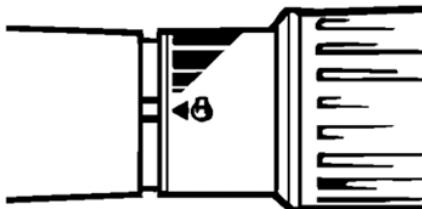

Рис. 14 Ручка газа.
- Переведите ручку газа в положение «СТАРТ» (Рис. 14).